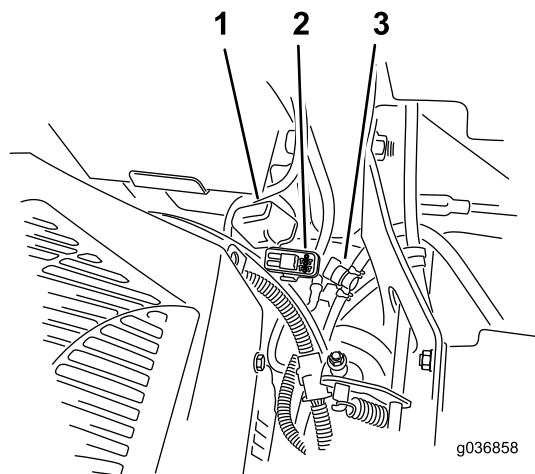

Figura 53
**Nota:** Per le macchine MyRide, assicuratevi che il cavo di terra non sfregi contro il braccio di trascinamento o l'ammortizzatore inferiore (Figura 53).
I fusibili sono posizionati sulla consolle di destra vicino al sedile (Figura 53).
- Montate un fusibile nuovo (Figura 53).